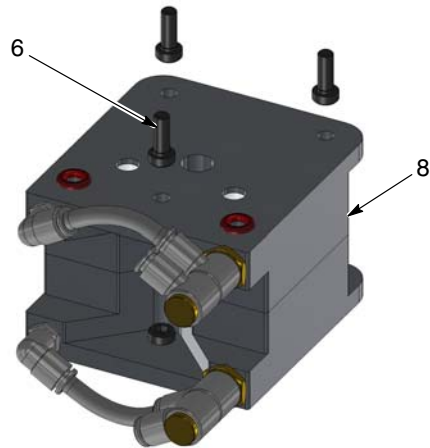

Figura 5 Separarea blocurilor sifon intermediare
4. Vezi Figura 5. Scoateți trei șuruburi cu cap (6) de la fiecare bloc sifon intermediar (8) pentru a separa cele două blocuri unul de celălalt.
5. Vezi Figura 5. Folosind o cheie Allen de 4 mm, introduceți trei șuruburi cu cap (6) în partea cu filet a blocului intermediar (8) pentru a le fixa împreună.